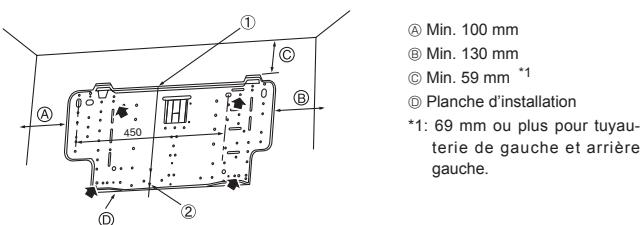

Fig. 3-3
- La structure de montage doit être attachée à ses deux extrémités et au centre, si possible. Ne jamais la fixer à un seul endroit ou de manière asymétrique. (Si possible, attacher la structure à tous les points indiqués par une flèche en caractères gras.) (Fig. 3-3)